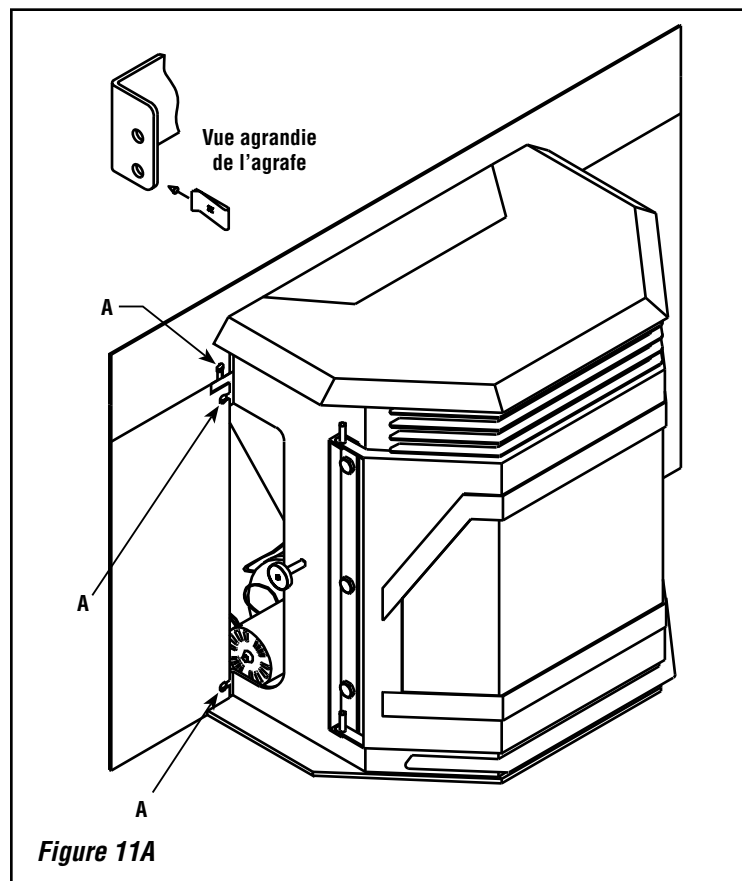

Figure 11A
1. Retirer les portes latérales (voir **page 24**) afin d'accéder aux pattes de montage des panneaux de contour. Sortir les agrafes du sachet de pièces situé dans le foyer. Installer les six agrafes (surface plate vers l'avant) sur les six trous pratiqués dans les pattes de fixation des panneaux de contour, trois de chaque côté du poêle encastrable. Pour plus de facilité, il est possible d'utiliser un tournevis plat. Voir la vue agrandie de la **figure 11A**.
2. Visser partiellement les six vis à tête bombée de 1/4 po dans les agrafes (repère A, **figure 11A**).